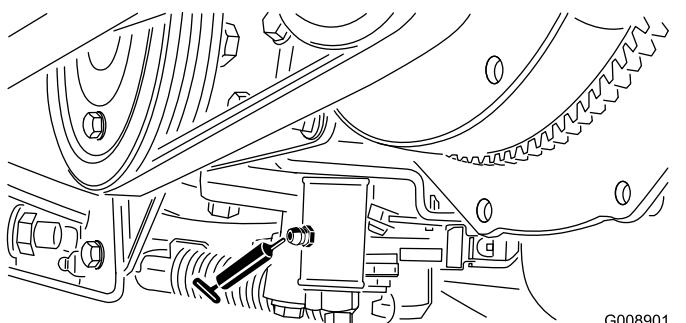

Figura 49
- Mecanismo de ajuste do ponto morto (Figura 49)